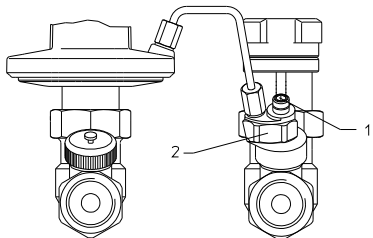

Abb. 6.1: „Hycoco DTZ“, Darstellung Impulsleitungsanschlusses, (Einbau im Rücklauf)
5. Öffnen der Impulsleitung im Vorlauf mit einem Inbusschlüssel (SW4) über die Spindel (Teil 1) (vgl. Abb. 6.1)
2. Absperren der Impulsleitung am Vorlaufventil. (Siehe Abb. 6.1)
2. Absperren der Impulsleitung am Vorlaufventil und am Gehäuse des „Hycoco DTZ“ (Siehe Abb. 6.1)